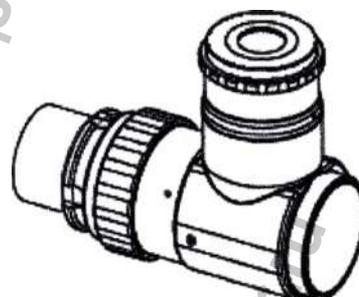

Fig. 24
13.3 Adapter для Sony Handy cam. (fig. 24)